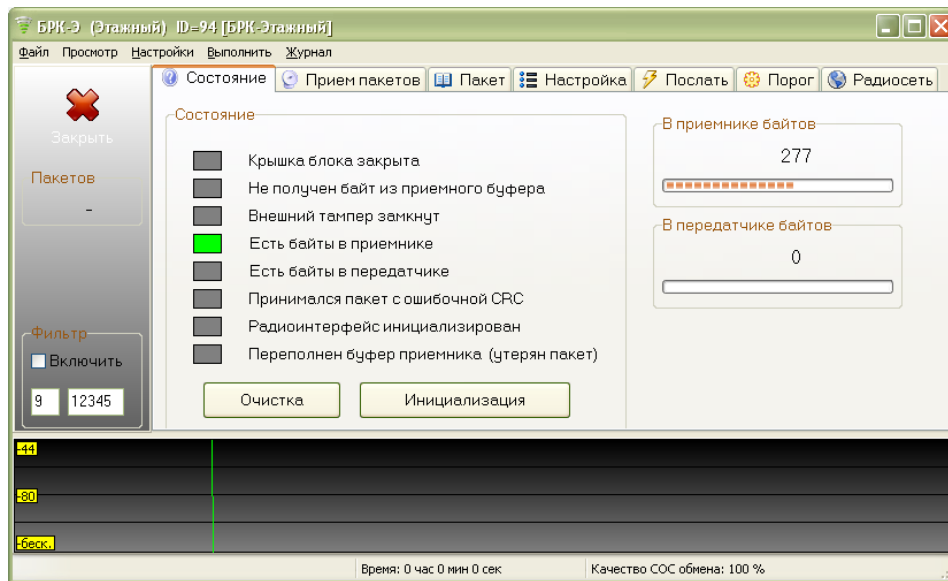

Рисунок 11 - Окно состояния виртуального БРК-Э
6) Выбрать в списке БРК-Э и нажать на кнопку «Тест». Откроется окно состояния виртуального БРК-Э (рисунок 11).